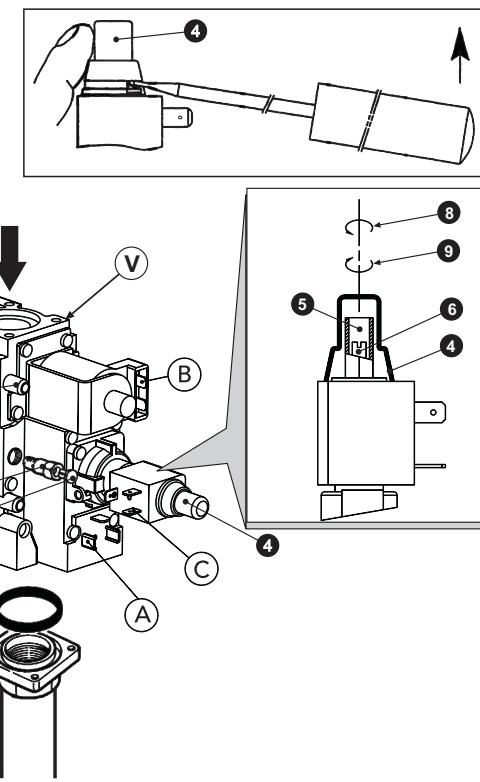

рис. 4 - Перенастройка котла на другой вид газа
Операции регулировки давления должны выполняться при работающем котле с помощью соответствующих регуляторов, установленных на 2-ступенчатых газовых клапанах (см. рис. 4).
3. Снимите защитную крышку регулятора давления 4 на рис. 4.
1. Медленно поверните ручку регулировочного термостата по часовой стрелке до 1-го щелчка; таким образом обеспечивается подача газа в отверстия А и В газового клапана (см. рис. 4).
2. Регулируйте давление с помощью винта 6 на рис. 4 и проверьте его на соответствие со значениями, приведенными в таблице технических данных на sez. 5.3.
1. Поверните ручку термостата регулировки до максимума; таким образом обеспечивается подача газа в отверстия А, В и С газового клапана (см. рис. 4).
2. Регулируйте давление с помощью винта 5 на рис. 4 и проверьте его на соответствие со значениями, приведенными в таблице технических данных на sez. 5.3.
2. Снимите с газового клапана маленький колпак 3 (рис. 4), установите на клапан регулятор "STEP" зажигания 2, находящийся в комплекте перенастройки, и наденьте на него колпак 3.
Осуществляется выполнением описанных выше операций, сняв регулятор зажигания "STEP" 2 на рис. 4 с газового клапана и установив колпак 3 на рис. 4 непосредственно на клапан.